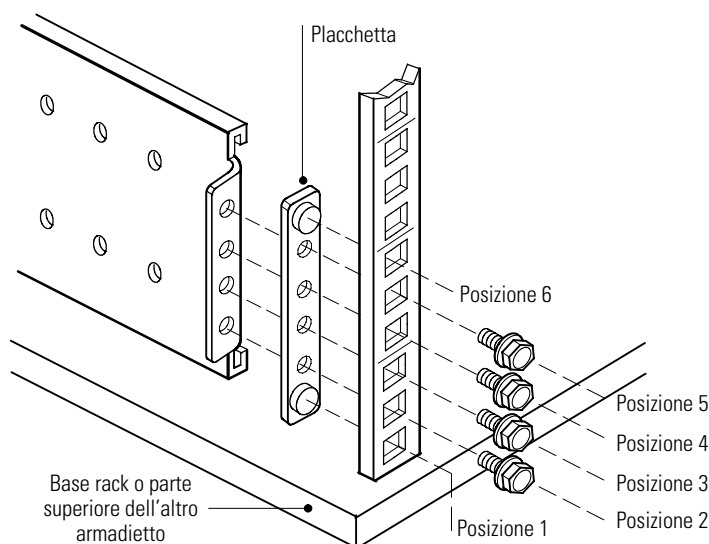

Figura 1. Fissaggio della guida posteriore (gruppo guida lato destro mostrato in figura)
2. Usando quattro viti a ferro M5 e una placchetta, fissare la guida alla parte posteriore del rack (vedere Figura 1).